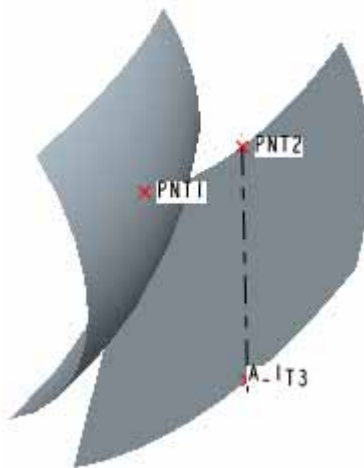

图 36-14
(2) 使用创建基准轴工具，建立通过基准点 PNT2、PNT3 的基准轴，如图 36-14 所示。